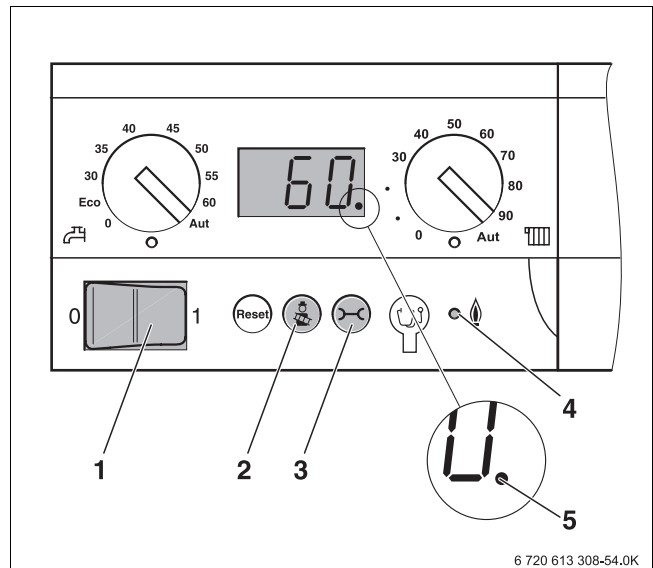

Bild 62 Basiscontroller Logamatic BC10
- Taste „Statusanzeige“ (→ Bild 62, 3) so oft drücken, bis die Temperaturanzeige im Display erscheint.
- Taste „Schornsteinfeger“ (→ Bild 62, 2) drücken, um die Messung zu beenden. Der Dezimalpunkt rechts unten im Display erlischt.